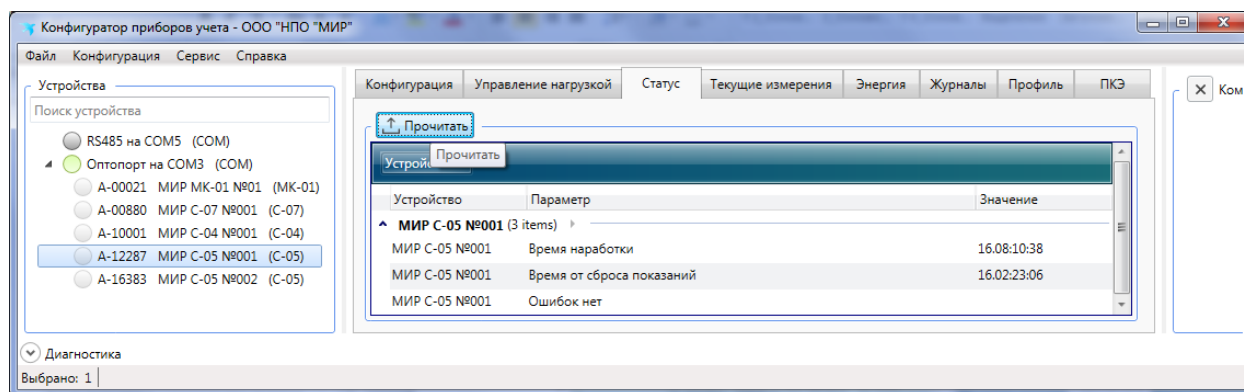

Рисунок 9.39 – Просмотр состояния счетчика
9.8.6.1 Для просмотра аппаратного состояния счетчика необходимо выбрать группу параметров *Статус* в области параметров и нажать кнопку *Прочитать* (рисунок 9.39).